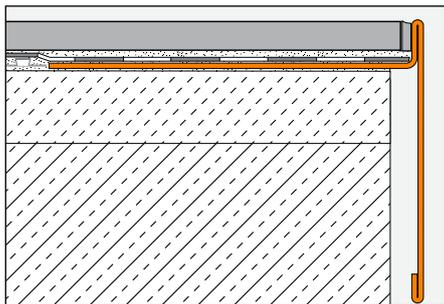
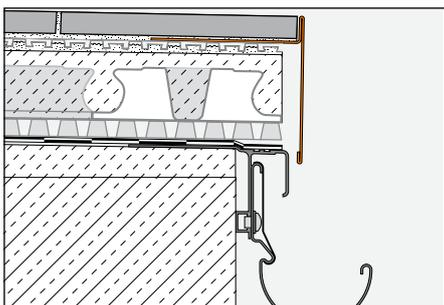

Fig. 4
Fig. 5
Mise en œuvre en pose collée en combinaison avec un revêtement carrelé avec BARA-RT (Fig. 4 et 5)
2. Poser BARA-RT de façon à noyer l'ailette de fixation à perforations trapézoïdales en bordure du support (Fig. 4) dans le lit de mortier ou dans la couche de mortier-colle s'il s'agit d'une mise en œuvre sur la natte de drainage Schlüter-DITRA-DRAIN (Fig. 5) préalablement collée.
3. Lors de l'utilisation de DITRA (Fig. 4), coller la natte en butée contre l'ailette de fixation du profilé. Le raccordement avec le profilé doit se faire avec une bande d'étanchéité Schlüter-KERDI-KEBA. Celle-ci devra être collée en recouvrant d'au moins 5 cm la natte Schlüter-DITRA en allant jusqu'au bord de la partie verticale de BARA-RT, à l'aide de la colle étanche Schlüter-KERDI-COLL-L ou de la colle de montage KERDI-FIX.